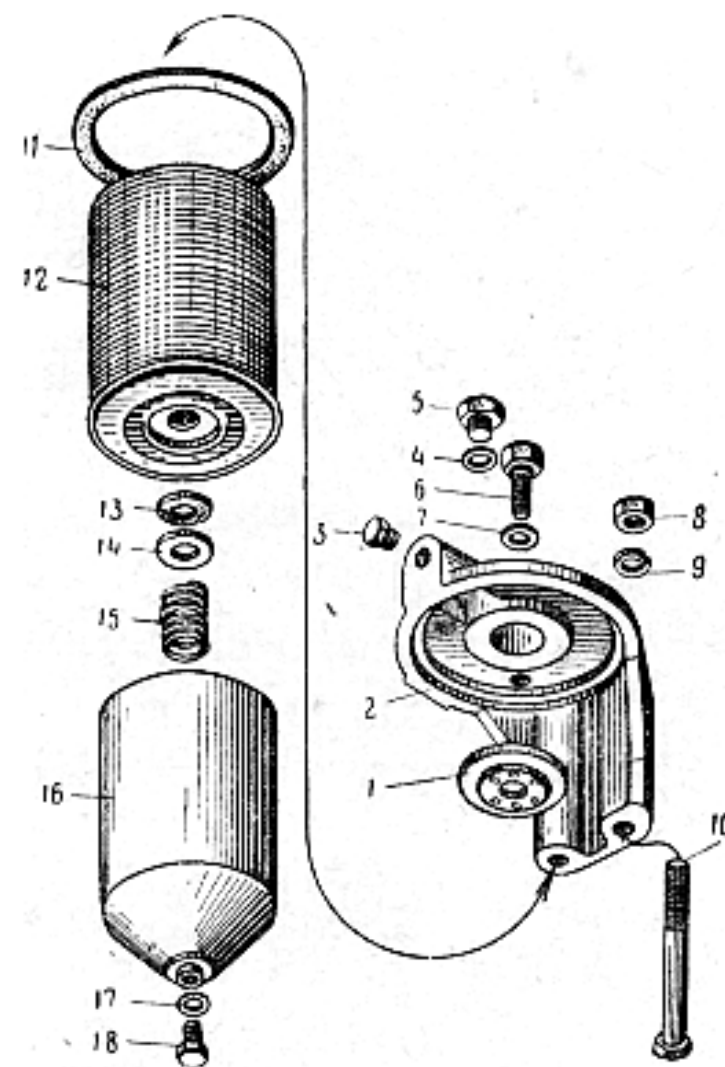

Рис. 4. Фильтр тонкой очистки топлива:
2. Отвернуть сливную 18 (рис. 4) и коническую 3 пробки и слить топливо из корпуса 16 фильтра, после чего пробку 18 завернуть.